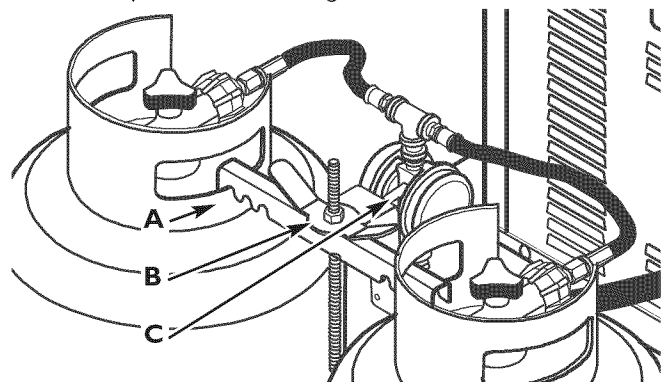

Figura 8 - Depósitos de combustible LP correctamente sujetos
5. Enrosque la tuerca de mariposa a la varilla roscada girando hacia la derecha. Apriete a mano la tuerca de mariposa contra el conjunto de tubos flexibles/regulador de combustible asegurándose de que las muescas del soporte de fijación permanezcan enganchadas a los casquillos de los depósitos de combustible y de que los depósitos queden bien sujetos. Consulte la Figura 8.